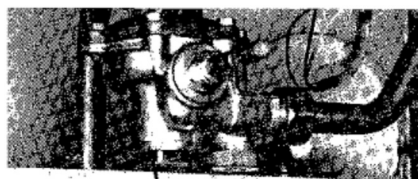

Fig. 5
- Fermer le robinet d'arrêt d'eau (15) (fig. 5).
- Vidanger l'appareil en dévissant le bouchon (16) (fig. 5).